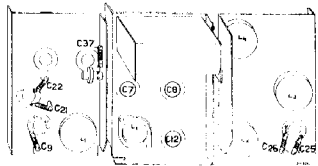

Fig. 2
1. Alvorens tot trimmen over te gaan, de was op de betr. condensatoren (fig. 2) met een warme solderbout los maken; na het trimmen de was wederom zacht en daarna hard laten worden.